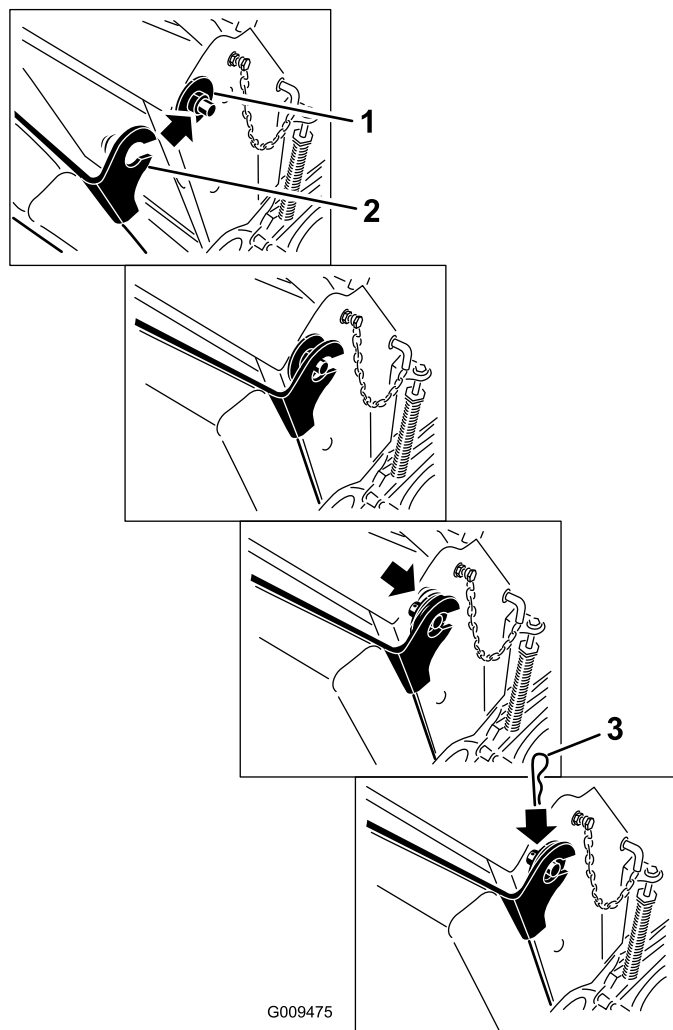

Figure 36
6. Relevez le coussin et glissez-le sur les goupilles de chaque côté de la machine (Figure 36).
7. Glissez les bagues en plastique avec les grandes rondelles dans les supports du coussin et fixez-les en place avec une goupille fendue (Figure 36).